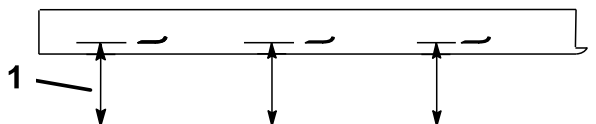

Figure 50
2. Mesurez la distance entre la surface plane et le tranchant (position A) des lames (Figure 50). Notez cette valeur.